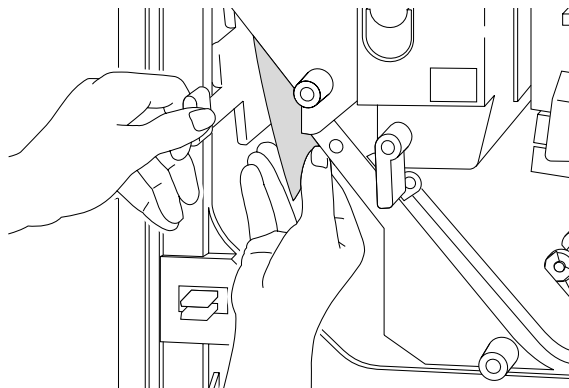

Abbildung 3-58 Beheben eines Papierstaus an der Umkehrungseinheit
4. Nehmen Sie das Papier wie in Abbildung 3-58 gezeigt heraus.